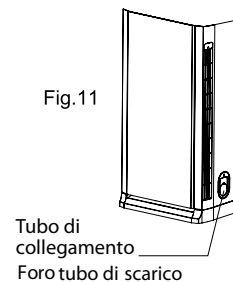

Fig.11
2. Durante raccordi e cablaggi gli accessori a corredo devono essere utilizzati, come indicato in fig. 11.